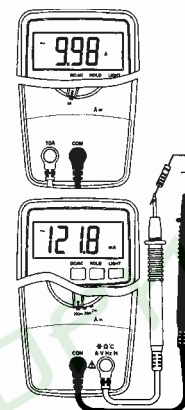

Рисунок 5
4.9.2 Установите поворотный переключатель в положение, соответствующее требуемому диапазону (см. рис. 5).